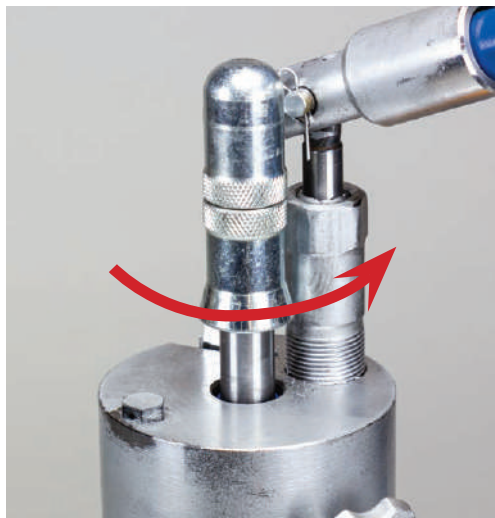

Рис. 4
2. Вращайте пронумерованную ручку (7) регулировки глубины (по часовой стрелке), пока она упрется в корпус гидравлического пресса(3).
3. Отметьте данное положение ручки регулировки глубины(7), и вращая против часовой стрелки сместите ручку на необходимое количество делений. Зафиксируйте данное положение колпачковой гайкой (рис. 4).